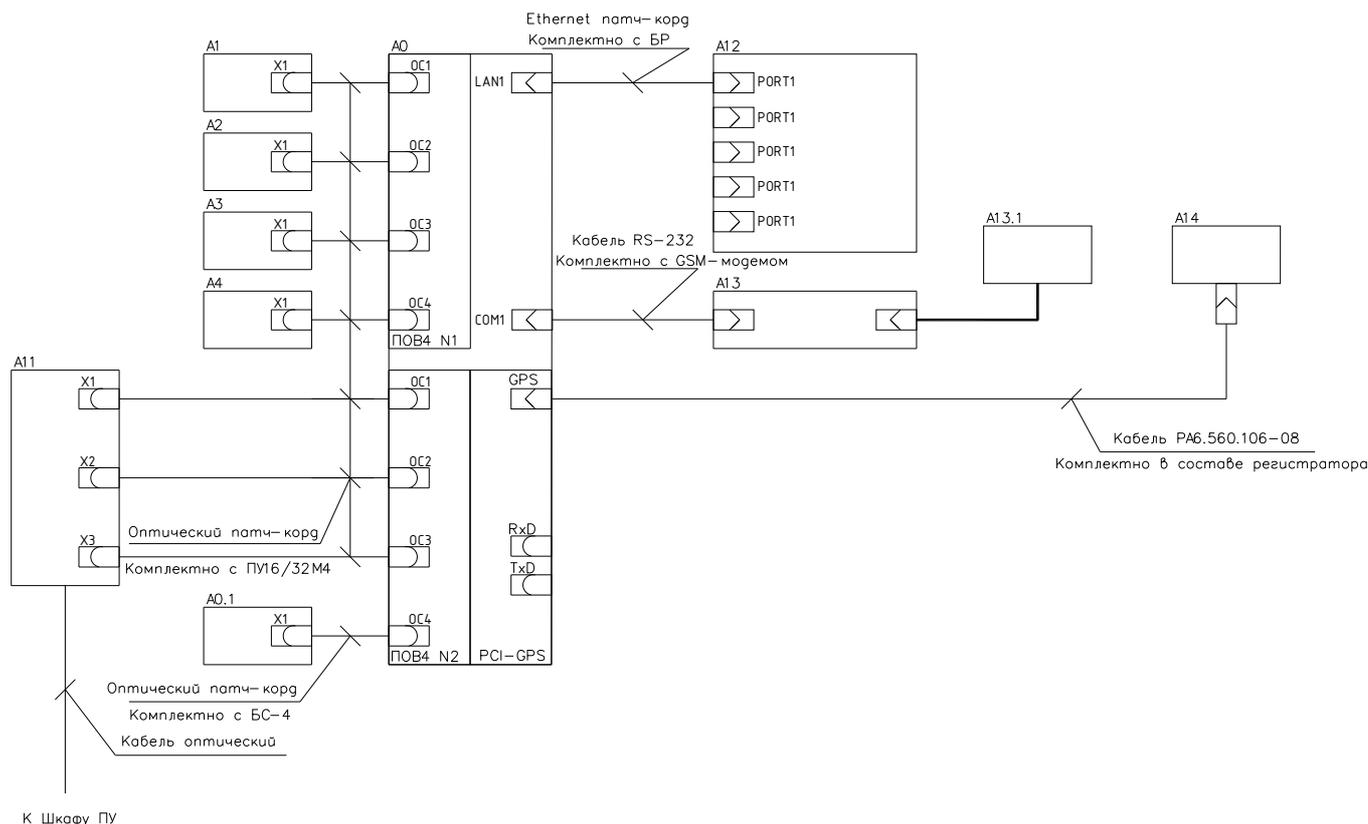

Рисунок 21
5.4.6.7 Подключить все блоки ПУ16/32М4, БПД-128М4/БПД-128М4-01 и БС-4 к блоку регистрации, рисунок 21. Включение и выключения регистратора необходимо осуществлять через автоматический выключатель, расположенный в помещении или в шкафу.
5.4.6.8 При подключении блоков ПУ16/32М4, БПД-128М4 и БС-4 к блоку регистрации конкретного регистратора, следует руководствоваться схемой электрической подключения, рисунок 21.